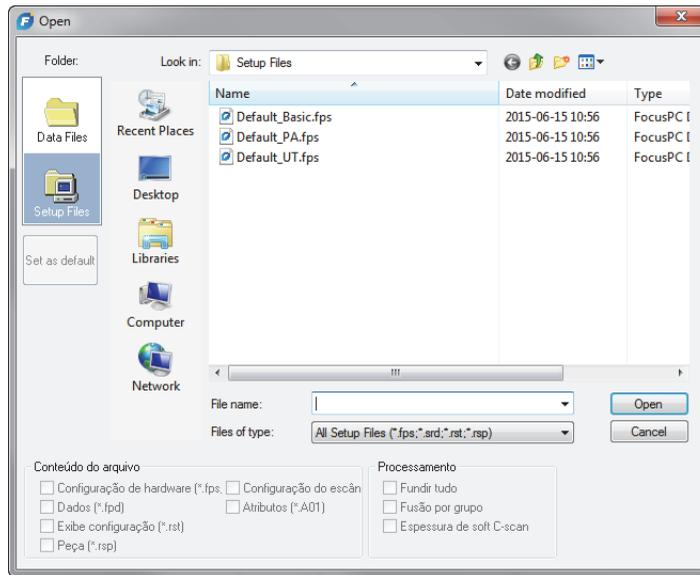

Figura 4-1 Caixa de diálogo Open
2. Na caixa de diálogo **Open** que aparece (Figura 4-1 na página 102), proceda da seguinte forma: